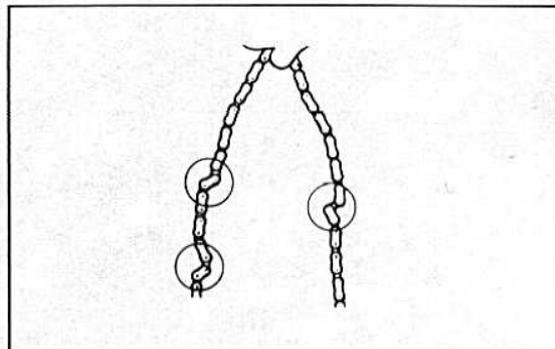

Bild 289
- Die Kette mit dem Finger ergreifen und anheben (Bild 289).